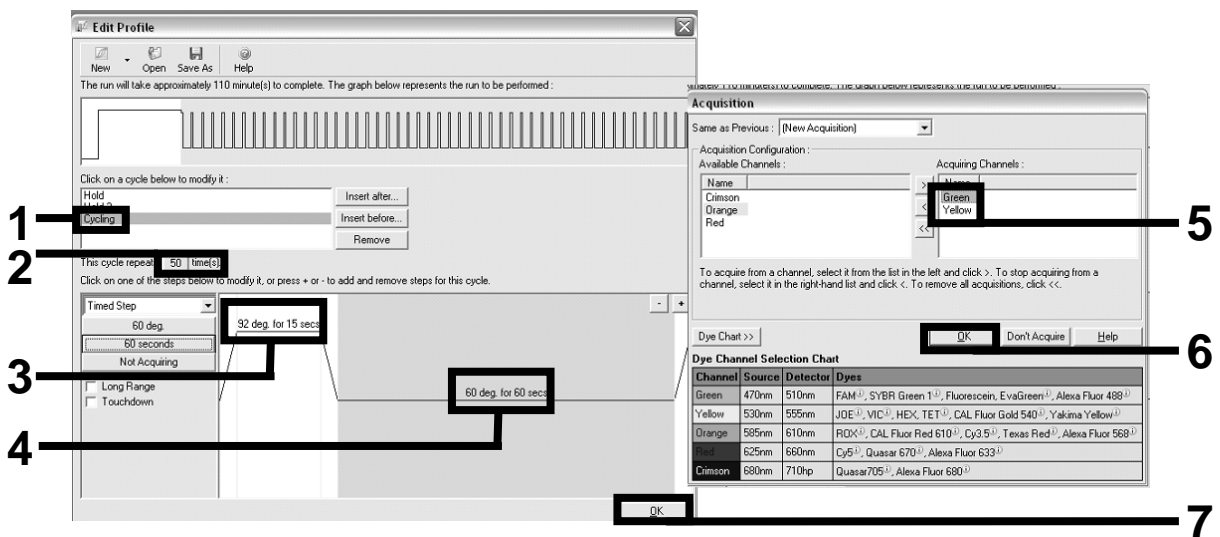

Figura 5. Amplificazione del DNA.
Amplificazione del DNA	Figura 5
13. Fare clic sul pulsante “Edit Profile” (Modifica profilo) nella finestra di dialogo successiva della procedura guidata e programmare il profilo delle temperature facendo riferimento alla Tabella 4 e alla Figura 5. Assicurarsi di aggiungere l’ultimo passaggio di acquisizione a 60°C per ogni ciclo, sia per il canale verde che per il canale giallo: Green (FAM) e Yellow (VIC).